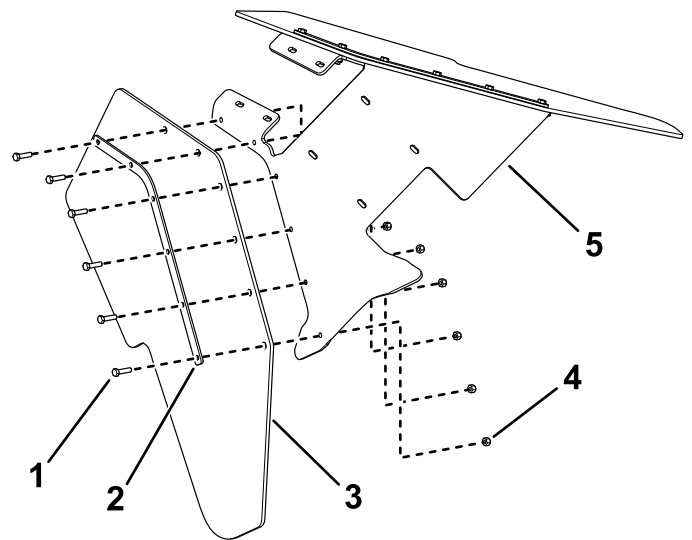

Figura 16
2. Rimuovete entrambi i carter e le piastre per serratubi dal supporto della protezione (Figura 16). Conservate i dispositivi di fissaggio e i carter.